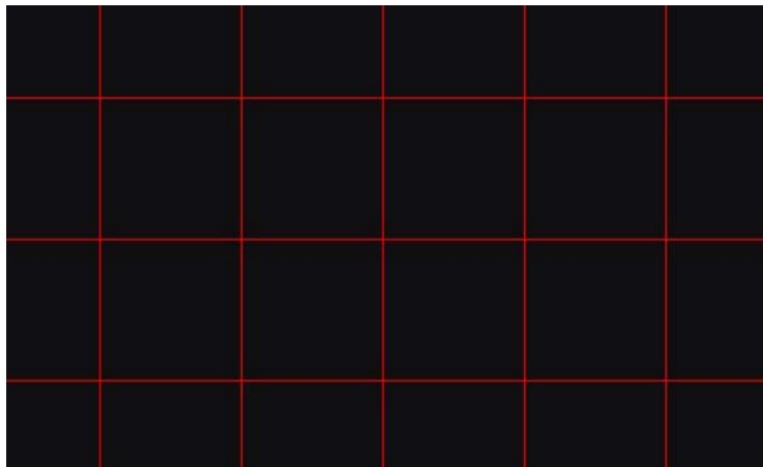

Fig. 5-78 Regla en forma de cruz
(5) Regla en forma de cruz  : Introduzca automáticamente la unidad de espacio y visualice la regla cuadrada, consulte la Fig. 5-78.